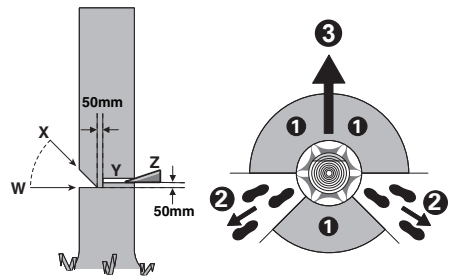

Abb. 1
Vor dem Fällen sollte ein Fluchtweg geplant und wenn nötig freigemacht werden. Der Fluchtweg sollte nach hinten und diagonal zur Rückseite der erwarteten Falllinie erweitert werden, wie in Abbildung 1 dargestellt.
Stammdurchmessers ausmacht, im rechten Winkel zur Fallrichtung, wie in Abbildung 1 dargestellt. Zuerst den unteren waagrecht Kerbschnitt durchführen (W). Dadurch wird das Einklemmen der Sägekette oder der Führungsschiene beim Setzen des zweiten Kerbschnitts vermieden (X).
Setzen Sie den Fällschnitt 50 mm höher als den waagrecht Kerbschnitt (Y), wie in Abbildung 1 dargestellt. Den Fällschnitt parallel zum waagrecht Kerbschnitt ausführen. Den Fällschnitt nur so tief einsägen, dass noch ein Steg (Fällleiste) stehen bleibt, der als Scharnier wirken kann. Der Steg verhindert, dass sich der Baum dreht und in die falsche Richtung fällt. Sägen Sie den Steg nicht durch.
Bei Annäherung des Fällschnitts an den Steg sollte der Baum zu fallen beginnen. Wenn sich zeigt, dass der Baum möglicherweise nicht in die gewünschte Richtung fällt oder sich zurück neigt und die Sägekette festklemmt, den Fällschnitt unterbrechen und zur Öffnung des Schnitts und zum Umlegen des Baumes in die gewünschte Falllinie Keile aus Holz, Kunststoff oder Aluminium verwenden (Z) (3). Wenn der Baum zu fallen beginnt, die Kettensäge aus dem Schnitt entfernen, ausschalten, ablegen und den Gefahrenbereich über den geplanten Fluchtweg verlassen (2). Auf herunterfallende Äste achten und nicht stolpern. (Siehe Abb. 1)